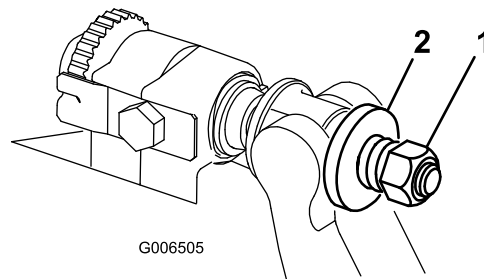

図 30
4. スプリングがつぶれるまでテンション・ナットを締め、そこから半回転戻す図 30。